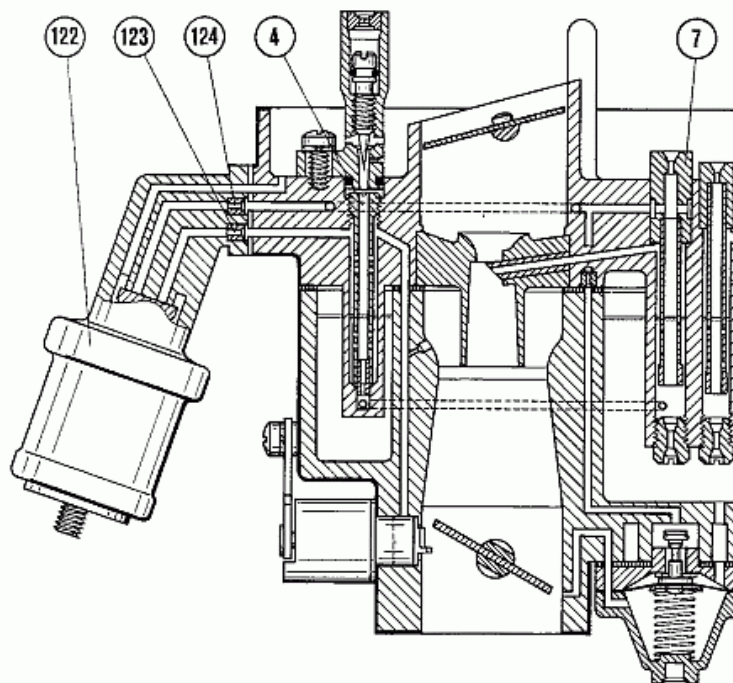

Bild 13 Höhenkorrektor und Kanalführung
Höhenkorrektor (Bild 13)
2. Höhenkorrektur (Bild 13)